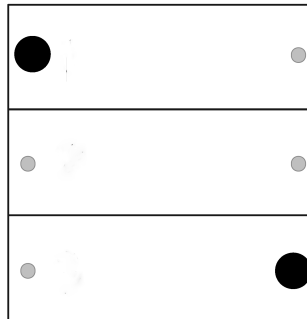

Figura 6: Attivazione della modalità di programmazione per tasti canale
- Premere contemporaneamente i tasti in alto a sinistra e in basso a destra per oltre 4 secondi (Figura 6).
- Premere contemporaneamente i tasti in alto a sinistra e in basso a destra per oltre 20 secondi (Figura 6).